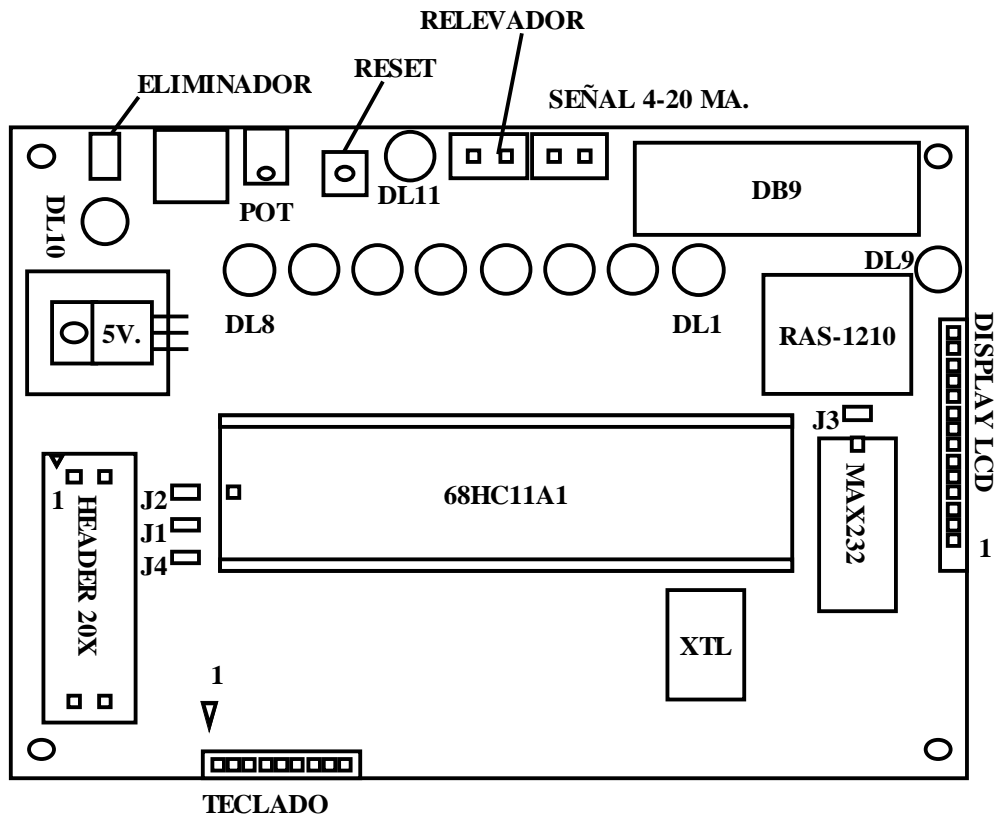

FIGURA 1 : LAY OUT DEL MODULO ASBO
- Su facilidad de alimentación da al módulo una gran versatilidad. ASBO puede activarse mediante un eliminador de baterías (wall transformer) externo, el cual se conecta al módulo y alimenta a un regulador de 5 volts integrado a la tarjeta, o bien puede funcionar en forma autónoma por medio de una batería estándar “cuadrada” de 9 volts. Gracias a su tecnología CMOS que mantiene un consumo máximo de solo 20 miliamperes a 5 volts, ASBO puede funcionar durante días bajo la alimentación de una sola de estas baterías. Adicionalmente, su conexión opcional a un panel solar de baja potencia es directa. En figura 1 se muestra el diagrama LAY OUT del módulo.